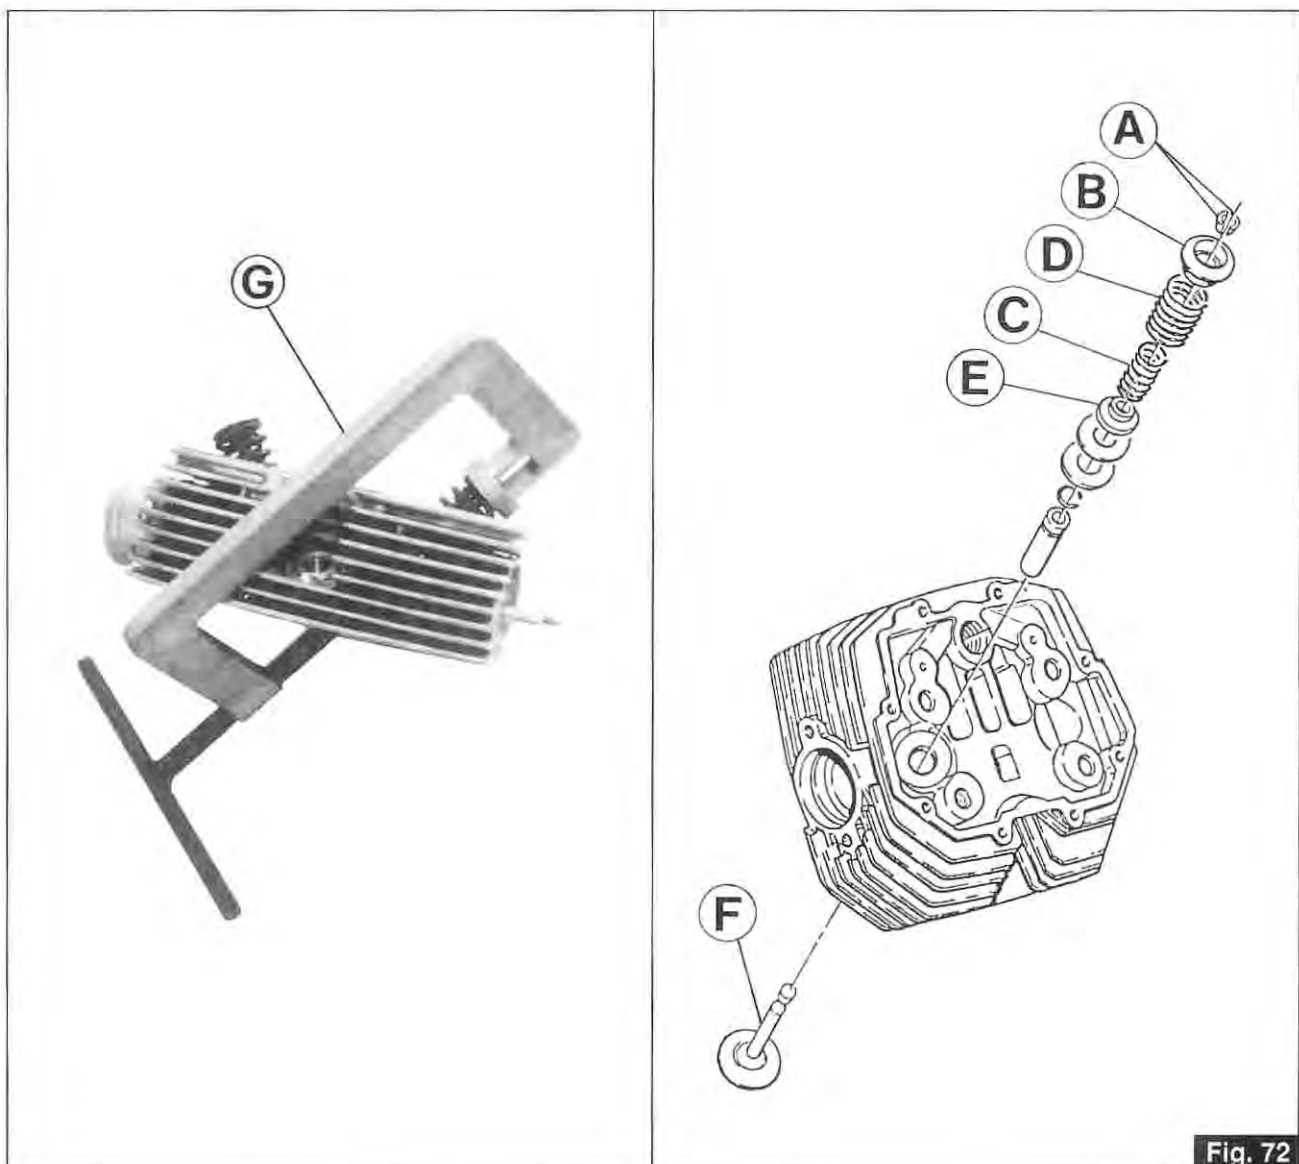

Fig. 72
- porre l'attrezzo «G» di Fig. 72 (cod. 10 90 72 00) sul piattello superiore e al centro del fungo della valvola che si vuole smontare;
- avvitare la vite dell'attrezzo sino a che sia in tiro, indi battere con una mazzuola sulla testa dell'attrezzo (dove lavora sul piattello superiore) in modo da scollare i due semiconi «A» dal piattello superiore «B» (vedere fig. 72);
- place tool «G» shown in Fig. 72 (part no. 10 90 72 00) on the upper valve cap and in the middle of the head of the valve to be removed;
- turn in tool screw until it is tight, then tap on tool head (where it touches the upper valve cap) with a mallet so that the two cotters «A» move apart from upper cap «B» (see Fig. 72);